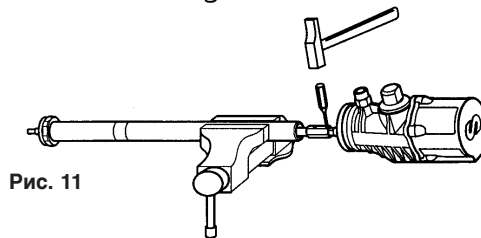

Рис. 11
5. Извлечь штифт из верхней части соединительной гайки (рис. 11) и отсоединить корпус пневматического двигателя от всасывающего патрубка.